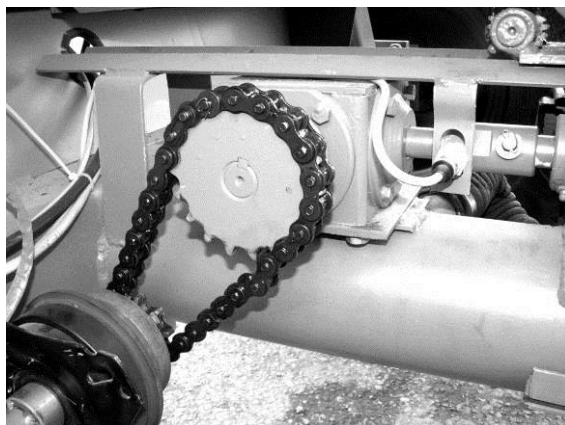

Рис. 6.6.7.
6.6.6. Редуктор привода (рис. 6.6.7) заполнен маслом в заводских условиях. Если нет утечки масла, дополнительное обслуживание не требуется.